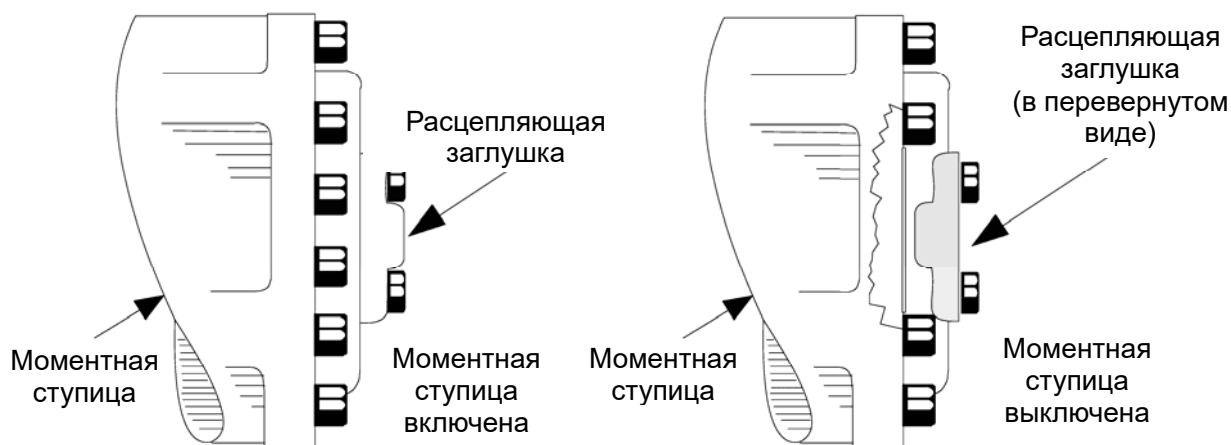

Рисунок 5-5 Выключение моментной ступицы
- 2) Выключить моментные ступицы, перевернув расцепляющие заглушки. (См. Рисунок 5-5)
- 3) Включить моментные ступицы, вернув расцепляющие заглушки в исходное положение. (См. Рисунок 5-5)